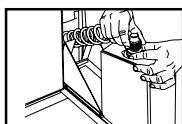

Abbildung 2
3. Trennen Sie den Stecker der Reinigungslösung, indem Sie ihn gegen den Uhrzeigersinn abschrauben (siehe unten Abbildung 2).